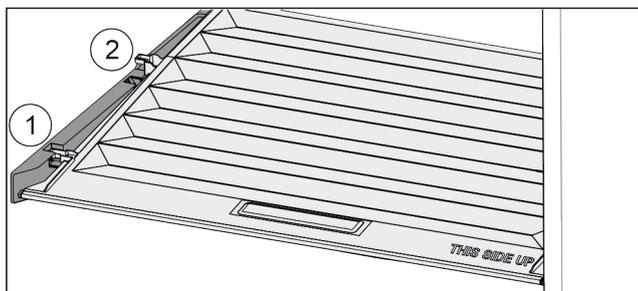

Fig. 71
- ▶ Pokrov povlecite naprej Fig. 71 (1) do odprtine v držalnih delih.
- ▶ Zadaj ga od spodaj dvignite in odstranite Fig. 71 (2) navzgor.